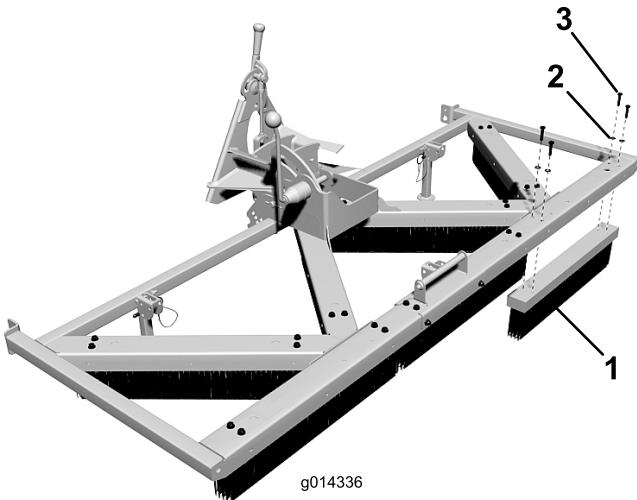

Figura 5
1. Prenda cada uma das (7) escovas ao lado inferior do conjunto da vassoura de relva com (4) parafusos 5/16 x 1-1/2pol. e anilhas. Coloque as escovas como indicado em (Figura 5).